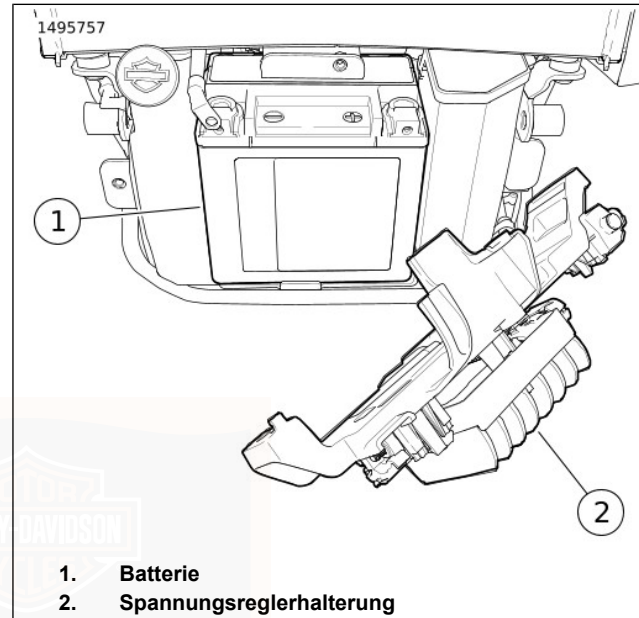

Abbildung 71. Spannungsreglerhalterung
6. Abbildung 71 Die Spannungsreglerhalterung (2) beiseiteschieben.
7. Die Batterie (1) ausbauen.